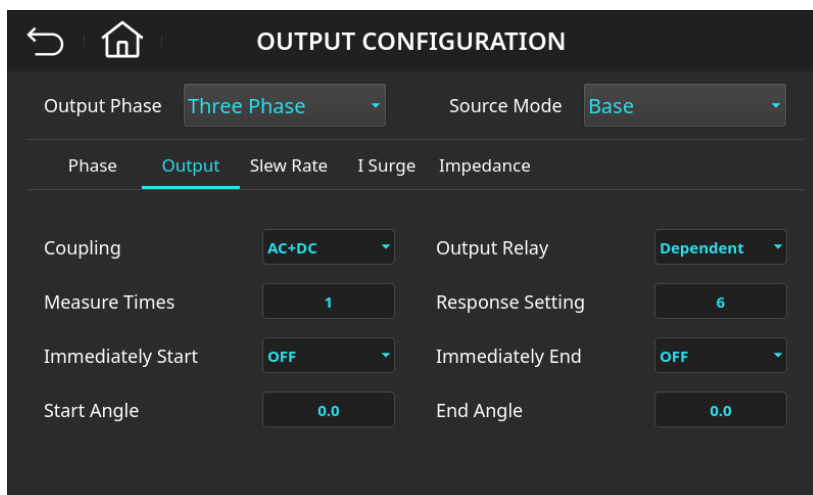

图 4-39 输出配置(Output)页面(Response Setting 设定为 6)
3. 输入 **6** 后按下  键，数值变更成“6”，如图 4-39 所示。